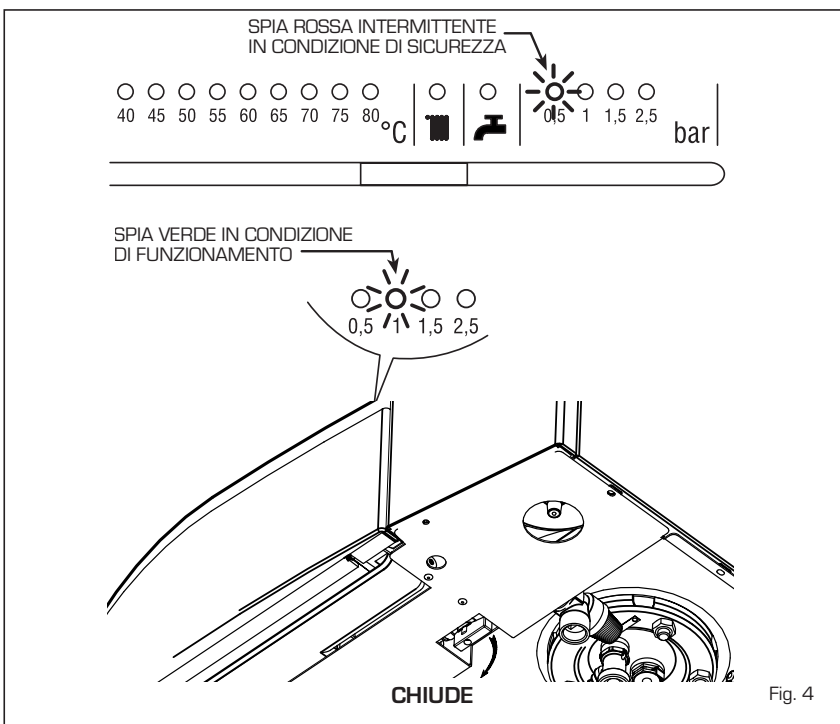

Fig. 4
- **Insufficiente pressione acqua** (fig. 4)